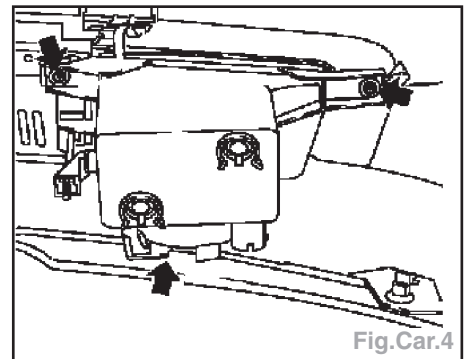

Fig.Car.4
- l'antibrouillard (3 vis)(Fig.Car.4).